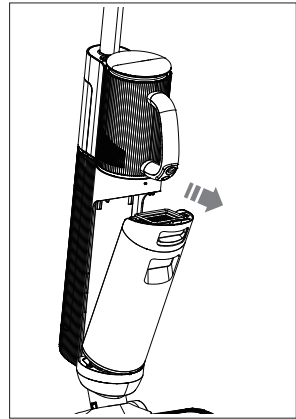

Abb. 9 – Wassertank entnehmen
- ▶ Fassen Sie in die Griffmulde des Schmutzwassertanks (7) und drücken Sie die Entriegelungstaste des Schmutzwassertanks (6) nach unten.
- ▶ Ziehen Sie den Schmutzwassertank aus dem Gerätekörper heraus (**siehe Abb. 9**).